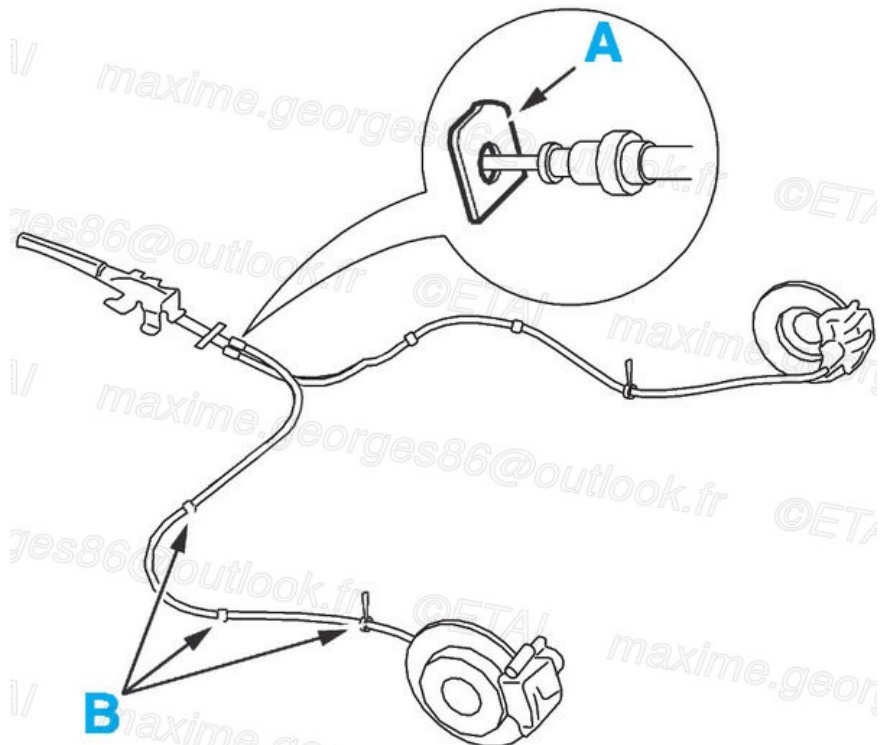

Fig.18
- contrôler le bon cheminement de l'ensemble des câbles en (A) et en (B) (Fig.18) (/media/RTA/RTA\_714/RTA714A-007-018X.jpg)